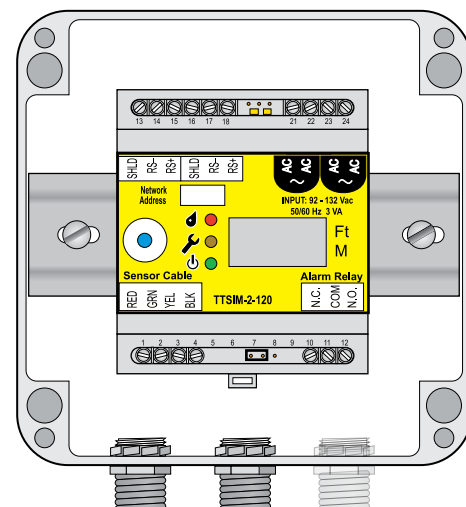

Figura 2. Custodia NEMA 4X
Montaggio del modulo TTSIM-2 nella custodia opzionale NEMA 4X — Figura 2
- L'installazione in un tipico ambiente difficile all'esterno richiede tre fori nella custodia TTSIM-ENC: uno per il cavo di alimentazione e comunicazione verso l'interno, uno per il cavo di alimentazione e comunicazione verso l'esterno e uno per il cavo leader. Vedere Figura 2.